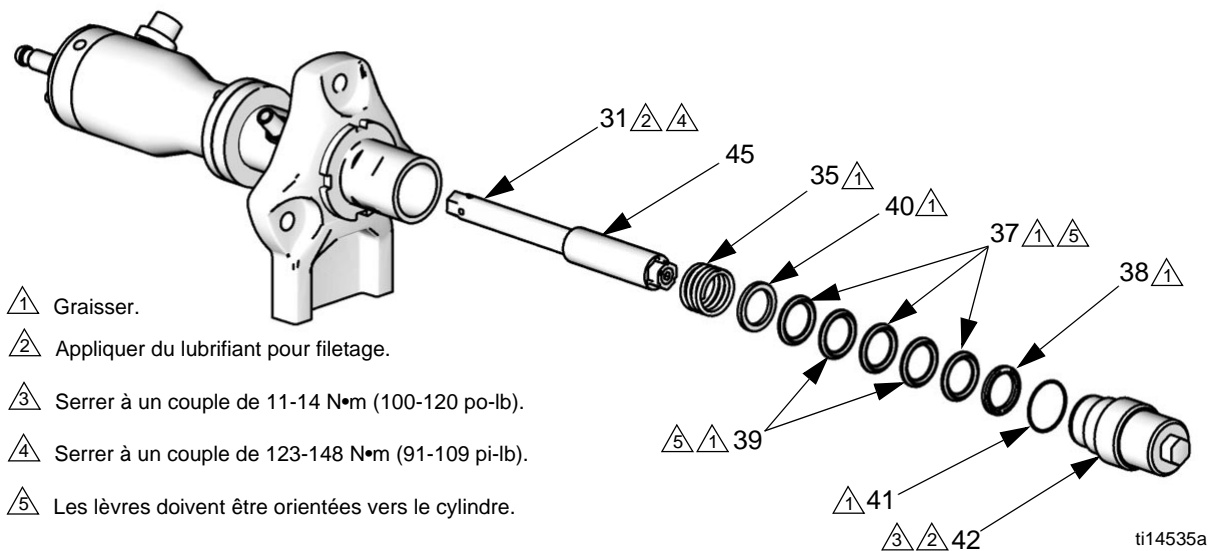

FIG. 14. Joints en V du piston
5. Sortir l'ensemble piston/tige par le bas du cylindre (27).
6. **Modèles avec des joints en V :** Retirer les joints du piston (37, 39), les presse-étoupe (38, 40) et le ressort (35). Voir FIG. 14, page 16.